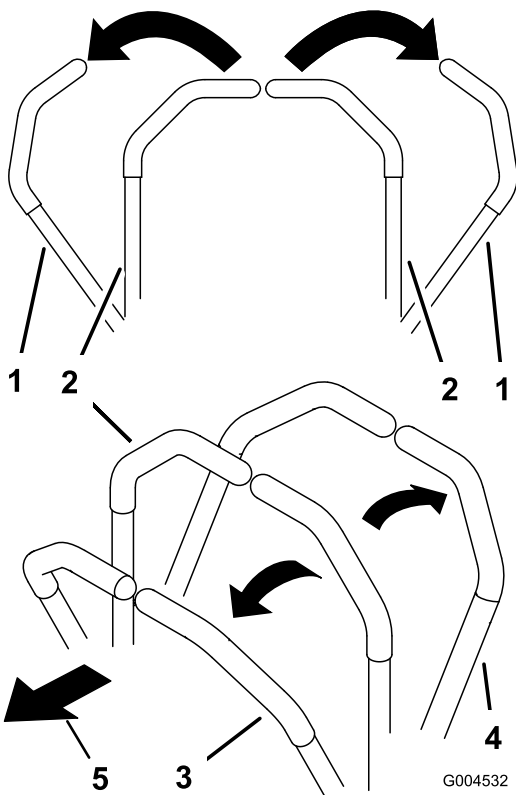

図 21
1. コントロールハンドルをニュートラルロック位置にセットする 図 21。